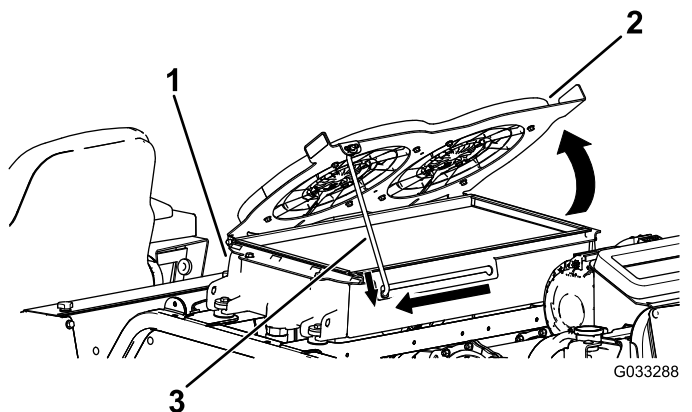

Figure 88
2. Faites pivoter les ventilateurs de refroidissement hydrauliques vers le haut et calez la béquille dans le cran (Figure 88).